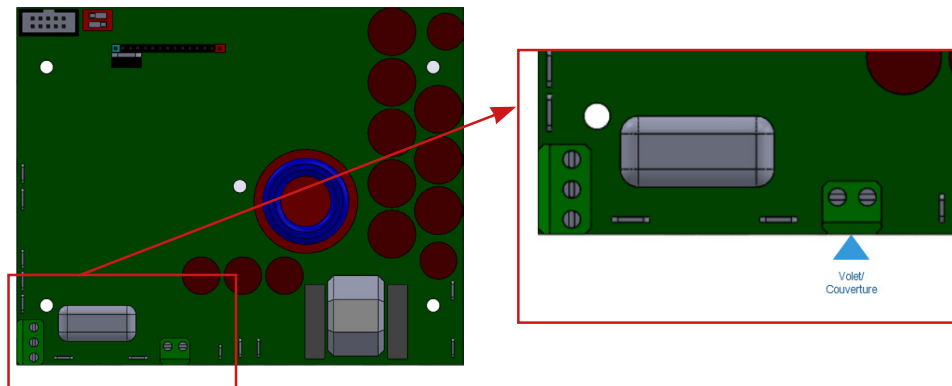

Figure 3
- Repérer dans le coffret électrique du volet automatique le contact de fin de course (un contact sec, sans alimentation). Certains fabricants de volets identifient spécialement ce contact pour le pilotage des électrolyseurs. Ce contact doit être de type **Normalement Ouvert**. (NO)
- Relier les bornes du contact sec (NO) par 1 câble à 2 conducteurs de faible section au bornier de la carte électronique située à l'intérieur du boîtier de commande de l'électrolyseur comme indiqué sur la Figure 3 ci-dessous.